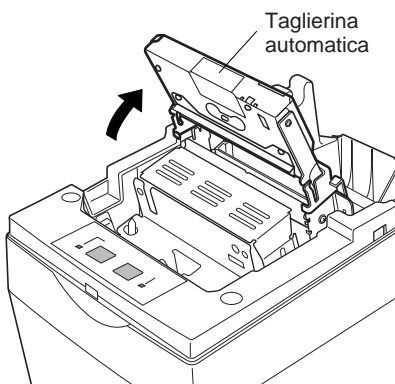

Fig. 6-9 Sollevamento della taglierina automatica
- ③ Sollevare la taglierina automatica e collocarla in posizione verticale, come mostrato nella Fig. 6-9.